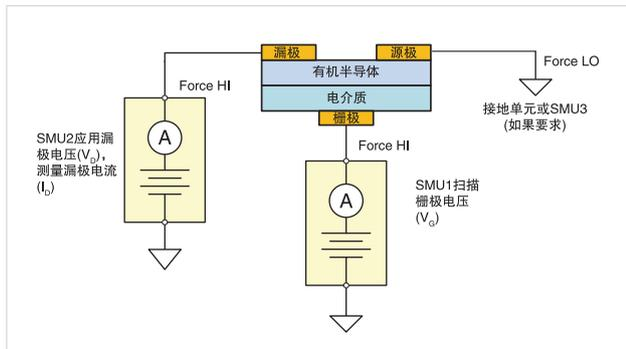

图 3. 测量 OFET 的 DC I-V 特点的电路图。
**图 3** 是使用两台 SMU(4200-SMU、4201-SMU、4210-SMU 或 4211-SMU) 并选配 4200-PA 前置放大器，测量 OFET 的转移特点的 DC I-V 测试配置。这些 SMU 能够同时提供和测量电流和电压。它们拥有皮安灵敏度，可以限流，防止损坏器件。在这个图中，SMU1 连接到 OFET 的栅极上，SMU2 连接到漏极端子上。源极端子连接到接地单元 (GNDU) 上，如果必需从 OFET 这三个端子供电和测量的话，源极端子也可以连接到第三台 SMU 上。